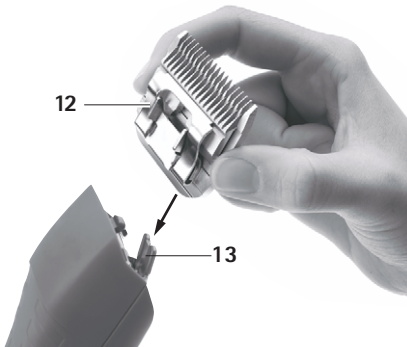

図 2
- カッターヘッド 12 を開いた刃のヒンジ 13 に差し込みます、を参照してください図 2。
- カッターヘッド 12 をヘアカッター FAV5 CL/FORTIS の方へ軽く押します、を参照してください図 2。